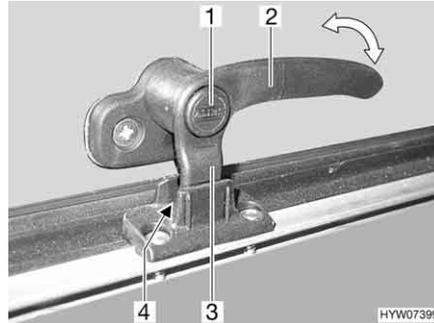
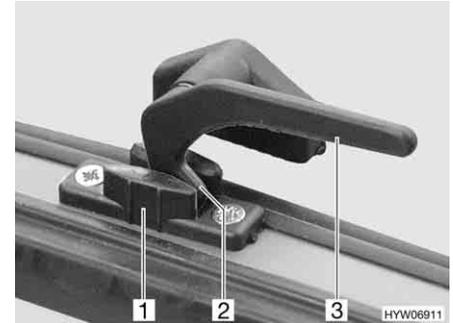

Bild 56 Verriegelungshebel mit Sicherungsknopf in Stellung "Dauerbelüftung"
Bild 57 Verriegelungshebel in Stellung "Dauerbelüftung"
- in Stellung "Dauerbelüftung" (Bild 56 und Bild 57)
- Wenn vorhanden, Sicherungsknopf (Bild 56,1) drücken und gedrückt halten.
- Den Verriegelungshebel (Bild 56,3 oder Bild 57,3) eine viertel Umdrehung zur Fenstermitte hin drehen.
- Den Verriegelungshebel wieder zurückdrehen. Die Verriegelungsnase (Bild 56,3 Bild 57,2) am Verriegelungshebel dabei in die Aussparung der Fensterverriegelung (Bild 56,4 oder Bild 57,1) einfahren.
- Wenn vorhanden, Sicherungsknopf (Bild 56,1) loslassen.